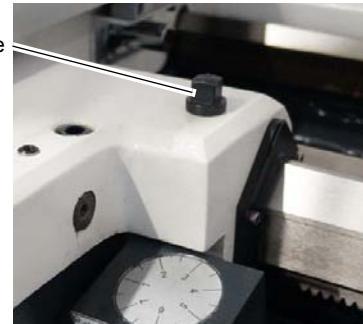

Abb.4-14: Bettschlitten Feststellschraube
- Klemmschraube am Bettschlitten bei Längsvorschub lösen „Abb. 4-14: Bettschlitten Feststellschraube“ auf Seite 65
- Klemmschraube am Bettschlitten lösen. „Abb. 4-14: Bettschlitten Feststellschraube“ auf Seite 65